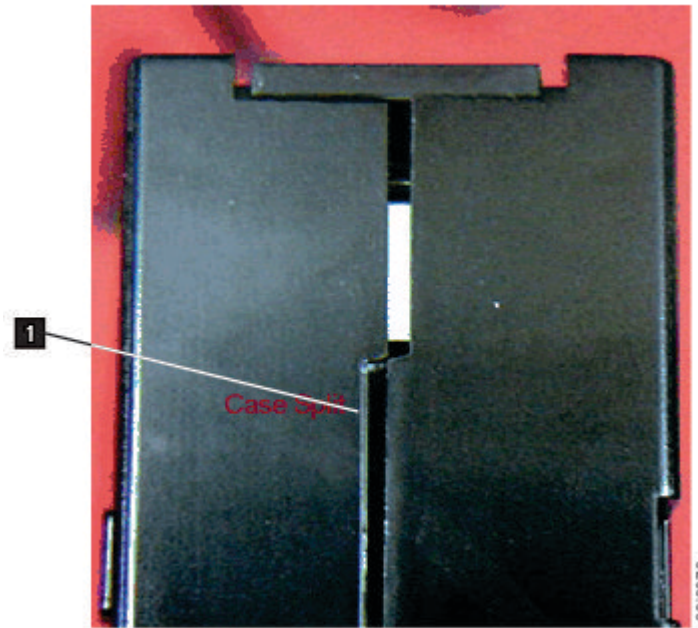

図 90. カートリッジの継ぎ目のすき間の検査
- カートリッジの背面 (テープ・ロード格納機構に最初にロードする部分) を検査して、カートリッジ・ケースの継ぎ目にすき間がないことを確認します。継ぎ目にすき間がある場合 (図 90 を参照)、先行ピンが外れている可能性があります。